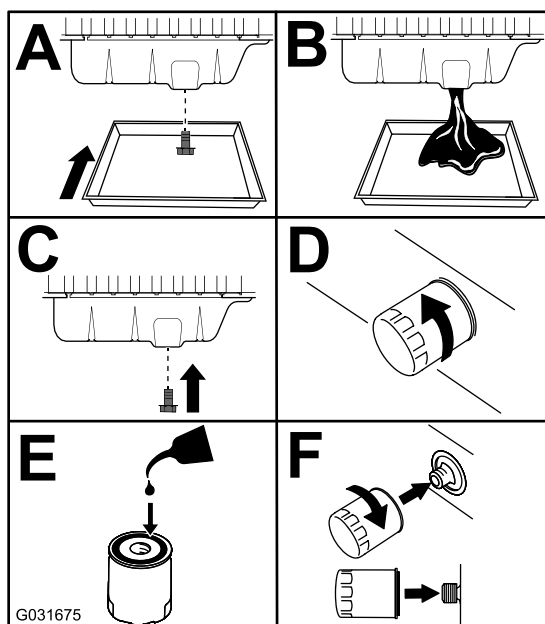

Рисунок 89
3. Замените моторное масло и масляный фильтр (Рисунок 89).